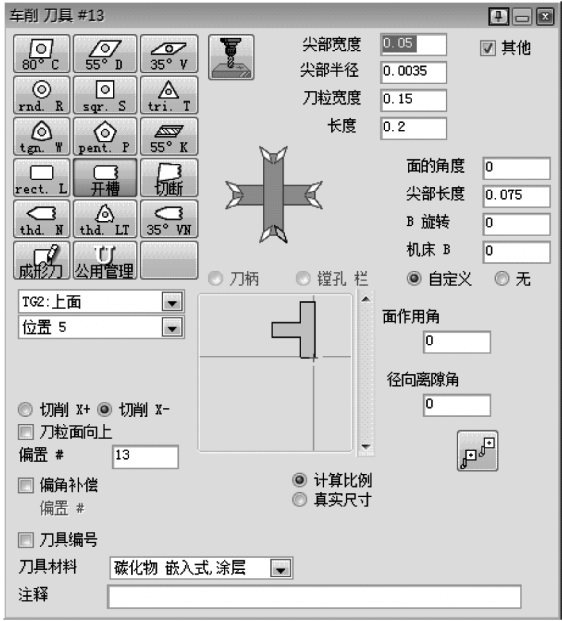

图 5-32 车削刀具#13
15) 创建车削刀具#13，如图 5-32 所示。此刀具将用于内径切槽。也许您想知道图示刀具应该如何切削，只要加工内径即可。只要接触点正确即可，不要理会其刀柄。